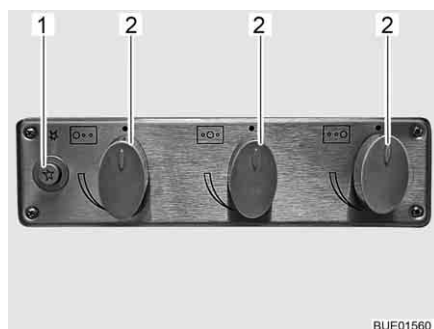

Fig. 162 Elementi di comando del fornello a gas
- Ruotare il pomello girevole (Fig. 162,2) dell'impianto a fiamma libera desiderato in posizione accesa (fiamma alta).
- Premere il pulsante a pressione (Fig. 162,1).